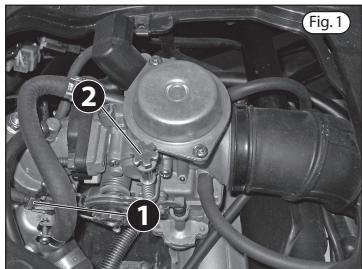

Fig. 1
- Regola il gioco del comando gas intervenendo sul registro 1 (fig. 1).
- Agisci sulla vite di regolazione 2 (fig. 1).
- Adjust the throttle control play by means of adjuster 1 (fig. 1).
- Act on the adjusting screw 2 (fig. 1).
- Régler le jeu de la commande gaz en intervenant sur le réglage 1 (fig. 1).
- Agir sur la vis de réglage 2 (fig. 1).
- Das Spiel am Gasgriff an der Einstellvorrichtung 1 (fig. 1) einstellen.
- Die Einstellschrauben 2 (Abb.1) drehen.
- Regular el juego del mando gas actuando sobre el regulador 1 (fig.1).
- Actúa sobre el tornillo de regulación 2 (fig. 1).
- Regola il gioco del comando gas intervenendo sul registro (fig. 1).
- Adjust the throttle control play by means of adjuster (fig. 1).
- Regular el juego del mando gas actuando sobre el regulador 1 (fig. 1).
Gli ammortizzatori posteriori dello scooter (fig. 1) sono degli elementi fondamentali della sicurezza e della tenuta di strada dello scooter. In condizioni normali, gli ammortizzatori del tuo Benelli Caffènero non hanno bisogno di alcuna manutenzione. Nel caso in cui vengano riscontrati dei fine corsa o perdite di olio e il difetto persista rivolgiti immediatamente ad un Concessionario o Officina Autorizzata Benelli.